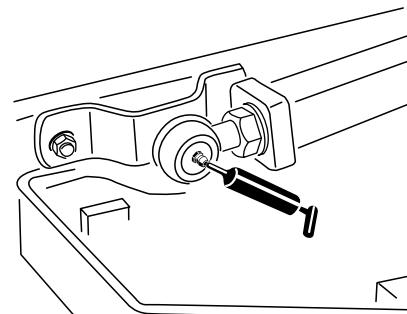

Figura 42
- Duas rótulas do braço de elevação (Figura 42)